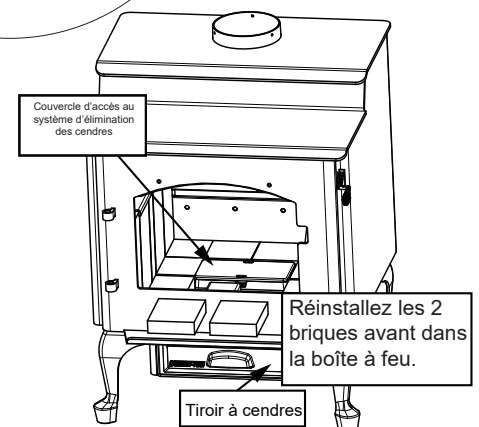

Figure 21.4
1. Remettre les 2 briques en place (**Figure 21.4**).
3. Installez le couvercle d'accès à l'ARS à l'intérieur de la rainure située à l'intérieur de la boîte à feu (**Figure 21.4**).